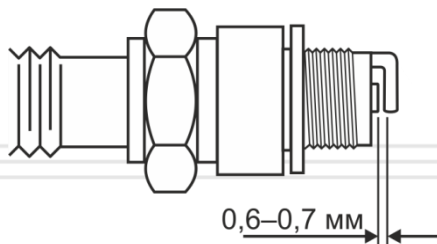

Рисунок 22. Зазор між електродами свічки запалювання
4. Використовуючи спеціальний шуп, виміряйте зазор між електродами свічки (якщо необхідно, виставте зазор 0,60–0,70 мм, обережно підгинаючи бічний електрод) (див. рисунок 22).